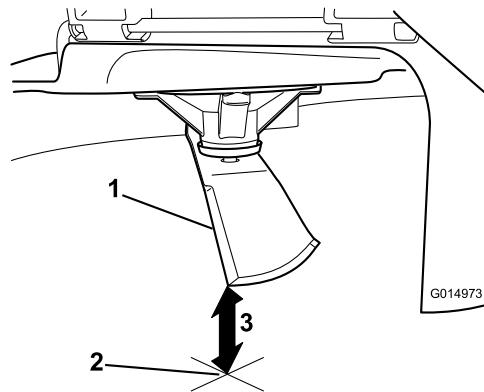

Рисунок 73
- Измерьте расстояние от конца ножа до плоской поверхности (Рисунок 73).
3. Второе измеренное расстояние между ножом и поверхностью (B)